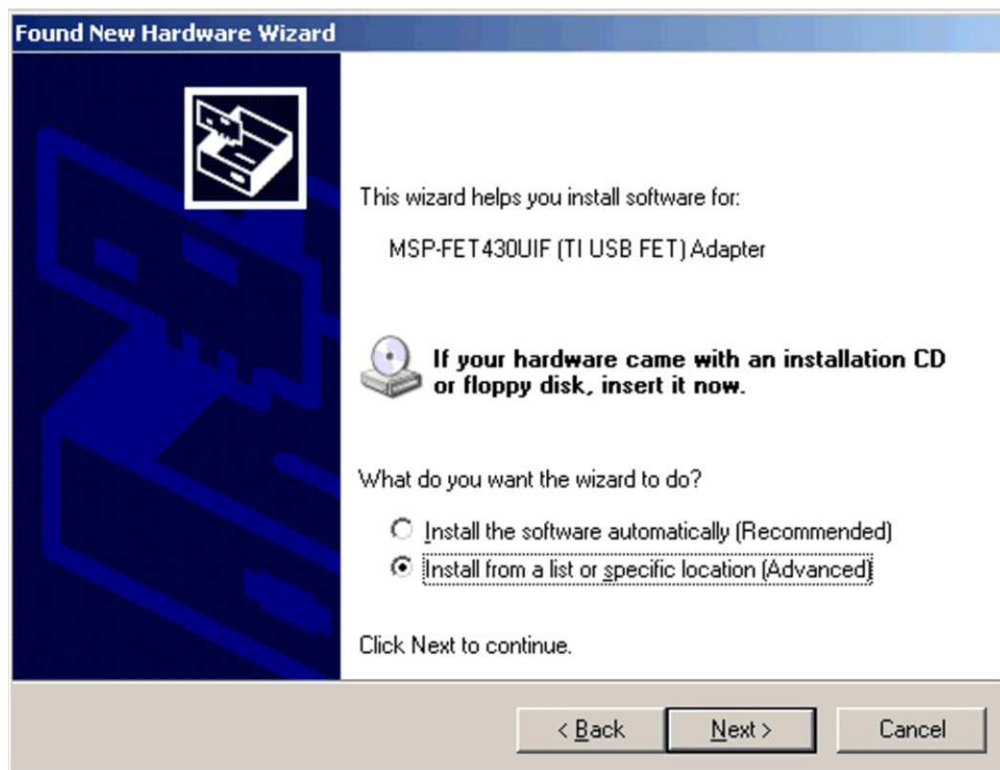

图 C-1. Windows XP 硬件向导
3. 选择“从一个列表或者指定位置安装（高级）”（见图 C-1）。